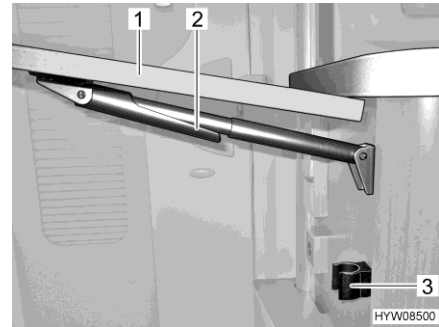

Fig. 66 Chiusura del tavolo ribaltabile su bancone
- Afferrare il tavolo ribaltabile su bancone (Fig. 66,1) sull'esterno e sollevarlo leggermente. Con l'altra mano ruotare e abbassare il dispositivo di fissaggio (Fig. 66,2) sul supporto telescopico.
- Orientare il piano del tavolo verso il basso, finché il supporto telescopico non ingrana nel supporto (Fig. 66,3).